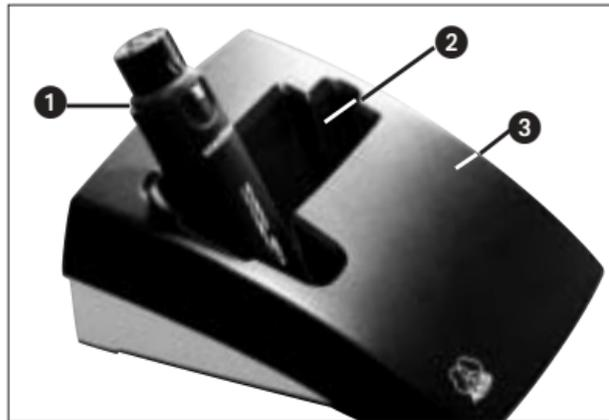

Fig. 2: SO 40
3. Coloque el emisor (1) en la bandeja de carga (2) de la estación de carga (véanse Figs. 2 a 4 a la página 31).
Importante (SO 40 – Fig.2): desconecte el SO 40 del micrófono antes de colocarlo en la estación de carga. De no hacerse, se corre el peligro de que la estación se vuelque, cayéndose el emisor de la bandeja de carga.
Coloque el emisor en la estación de carga como se indica en las figs. 2 a 4.